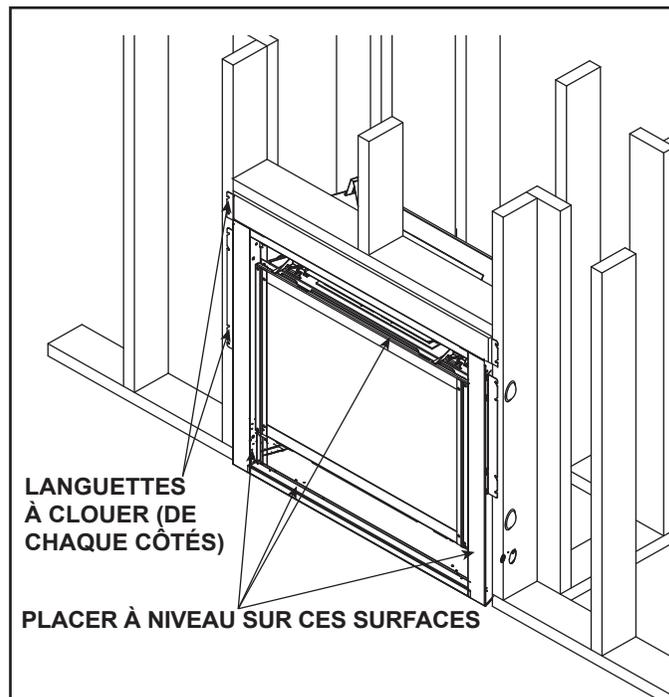

Figure 6.14 Positionnement et fixation adéquate de l'appareil
Le schéma illustre comment positionner et placer correctement l'appareil. Voir la figure 6.14. Les languettes à clouer permettent de fixer l'appareil aux éléments de la charpente.
- Placez un niveau sur le dessus, les côtés et le bas, comme il est indiqué à la figure 6.14.